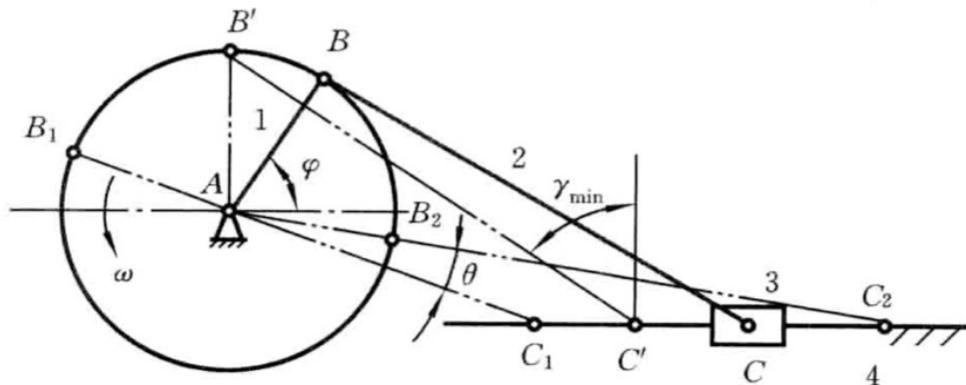

图 2-44 求最小传动角
(2) 根据急回特性及最小传动角出现在回程的要求, 判断出曲柄应顺时针转动。
(3) 求最小传动角。如图 2-44 所示, 可求得最小传动角。